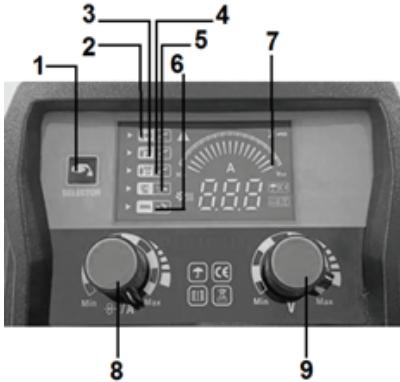

Рис.3 Панель управления
7.1.5 Установить регулятор сварочного тока (рис.3, поз.9) в необходимое положение.
7.2.18 Установить регулятор сварочного тока (рис.3, поз.8) в необходимое положение.
7.3.5 Установить регулятор сварочного тока (рис.3, поз.8) в необходимое положение.
7.4.5.Регулятором (поз.9, рис.3) выбрать величину сварочного тока.